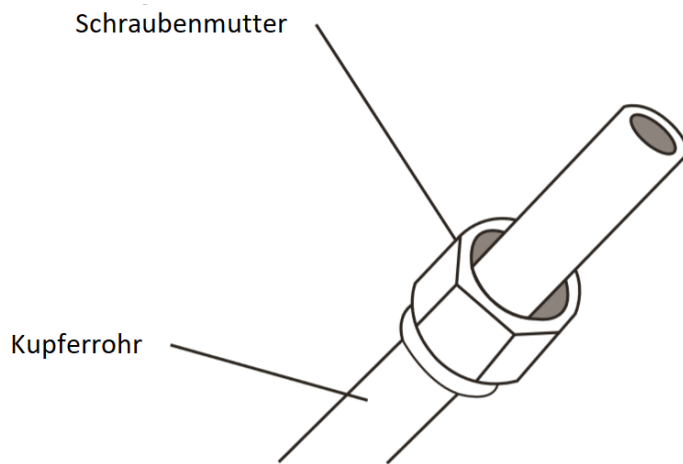

Fig. 5.3
3. Setzen Sie die Bördelmuttern an beiden Enden des Rohrs an. Stellen Sie sicher, dass sie in die richtige Richtung zeigen, da Sie sie nach dem Abfackeln nicht aufsetzen oder ihre Richtung ändern können. Siehe Abb. 5.3